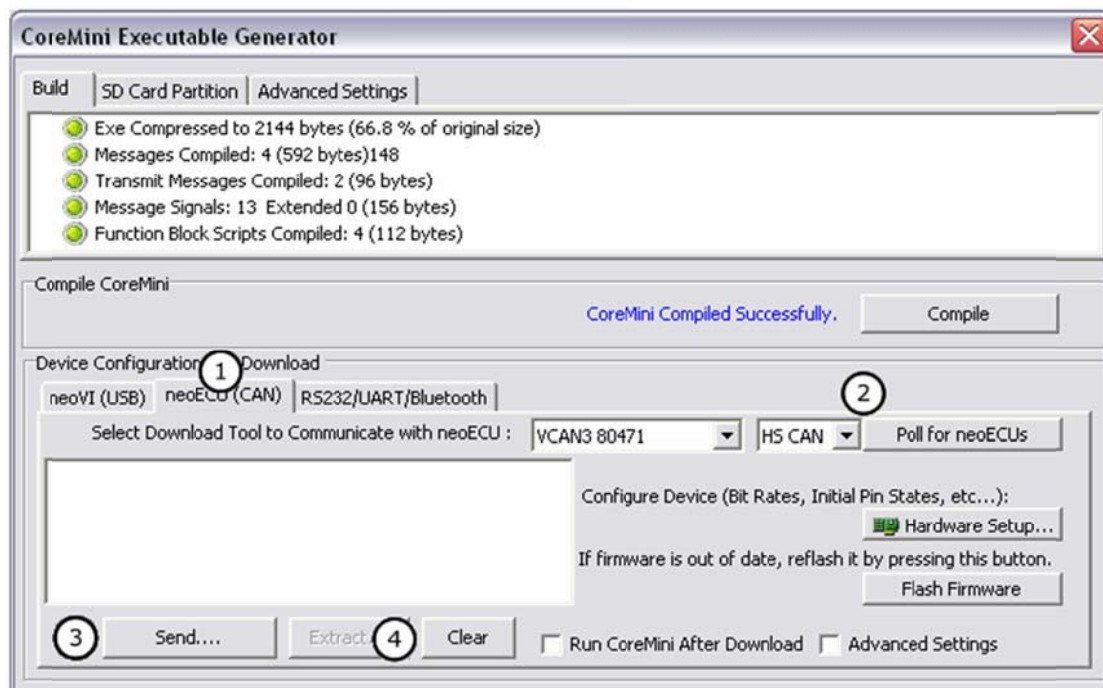

图 9-26 CoreMini 控制台
既然您已经打开 CoreMini 控制台, 将会看到类似如图 9-26 所示的窗口。单击“neoECU(CAN)”标签 (如图 9-26 中①所示)。您将需要另一个 neoVI 设备对连接的 neoECU/neoVI MOTE 设备进行编程。需要单击“Poll for neoECUs”按钮定位 neoECU/neoVI MOTE (如图 9-26 中②所示)。确定在该按钮左边, 您选择了正确的网络。如果使用带有 25 针管脚的 OBD-II, 从下拉菜单中选择“HS CAN 3”。在左边会有一个“Send”按钮 (如图 9-26 中③所示)。当准备发送 CoreMini 至设备时, 单击该按钮。如果后面想从设备中清除 CoreMini, 按下“Clear”按钮 (如图 9-26 中④所示)。